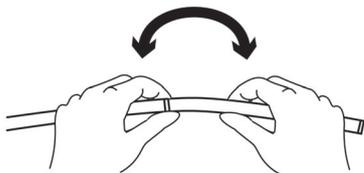

図 2
- 受動湾曲部の両端を把持し、軽く曲げ、受動湾曲部が滑らかに曲がることを確認すること (図 2 参照)。